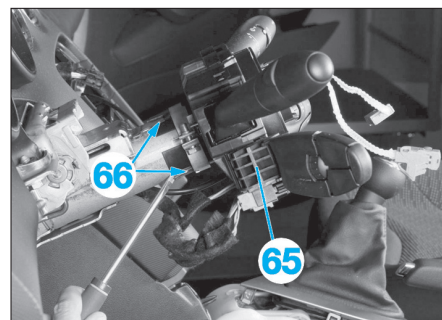

Fig. 37
- Déplacer le module de commandes sous volant (65) en écartant les pattes de verrouillage (66), à l'aide d'un tournevis plat et fin (Fig.37).
- Débrancher les connecteurs puis déposer le module de commandes sous volant (65).